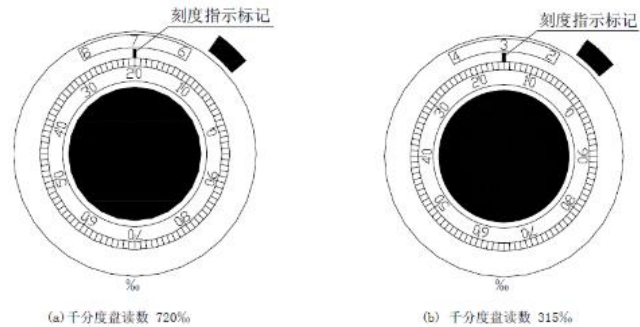

图 2 千分指示器读数
- 9、**定位千分比调节**：为电桥电阻调节旋钮，外圈数字对应为 100%，内圈对应为 10%、1%。读数 $P\% = \text{外圈数字} + \text{内圈数字}$ ，如图 2 (a) 读数应为 720%，图 2 (b) 读数应为 315%。